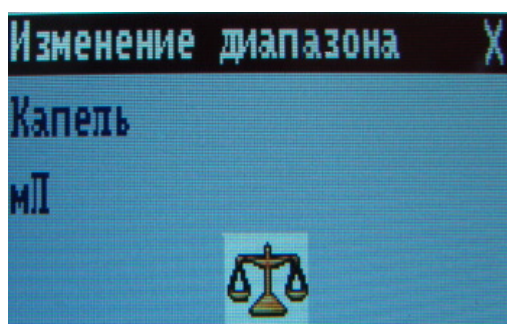

Рис. 5. Окно установки модуля «Счетчик капель»
7. Нажмите кнопку **Установка модуля** в окне модуля «Счетчик капель» (рис. 2). Откроется диалоговое окно (рис. 5). Выберите в этом окне единицы измерения **мл**.